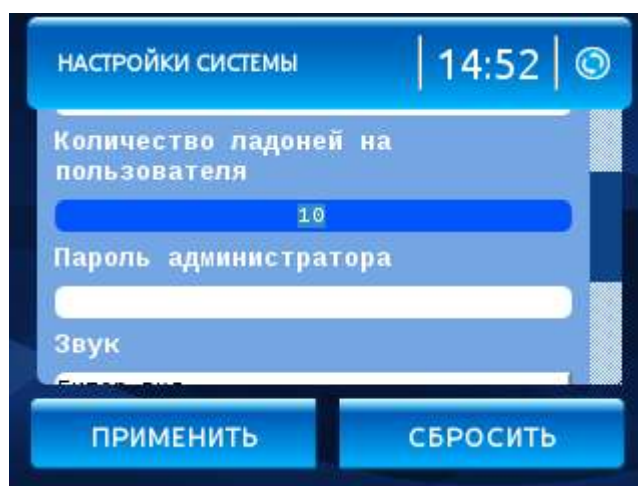

Рисунок 31 - Параметр «Количество ладоней пользователя»
- 4.1.1.3 Параметр «**Количество ладоней на пользователя**» (Рисунок 31) задает количество шаблонов рисунка вен ладони для каждого пользователя. Можно задать от 0 до 10 шаблонов. На одну ладонь создается два шаблона. (при сканировании из BioSmart Studio v5 – один шаблон).